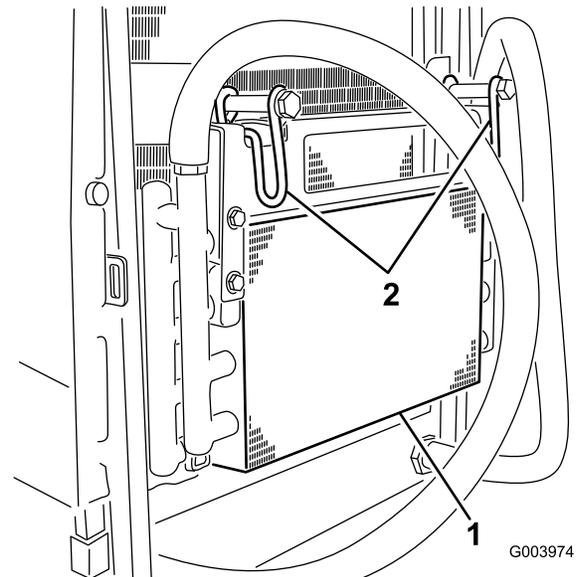

Figure 58
5. Pivotez les verrous vers l'intérieur pour dégager le refroidisseur d'huile (Figure 58).